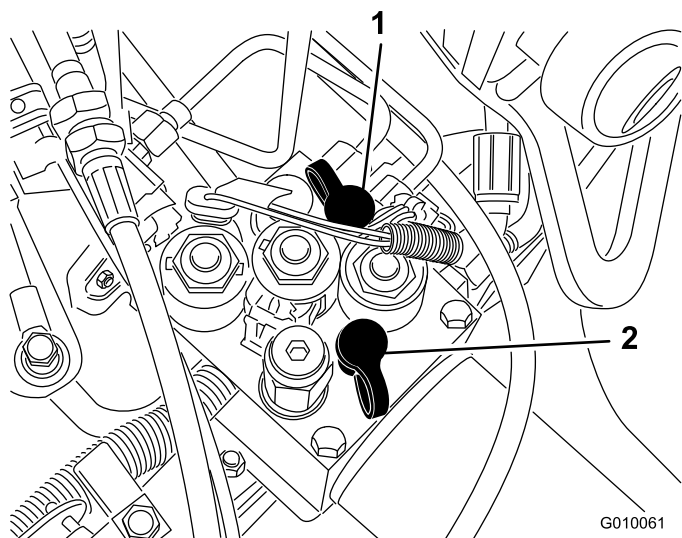

図 60
- ・ テスト・ポート G2（図 60）は走行チャージ回路の故障探究用ポートです。
- ・ テスト・ポートG1（図 60）は昇降回路の故障探究用ポートです。